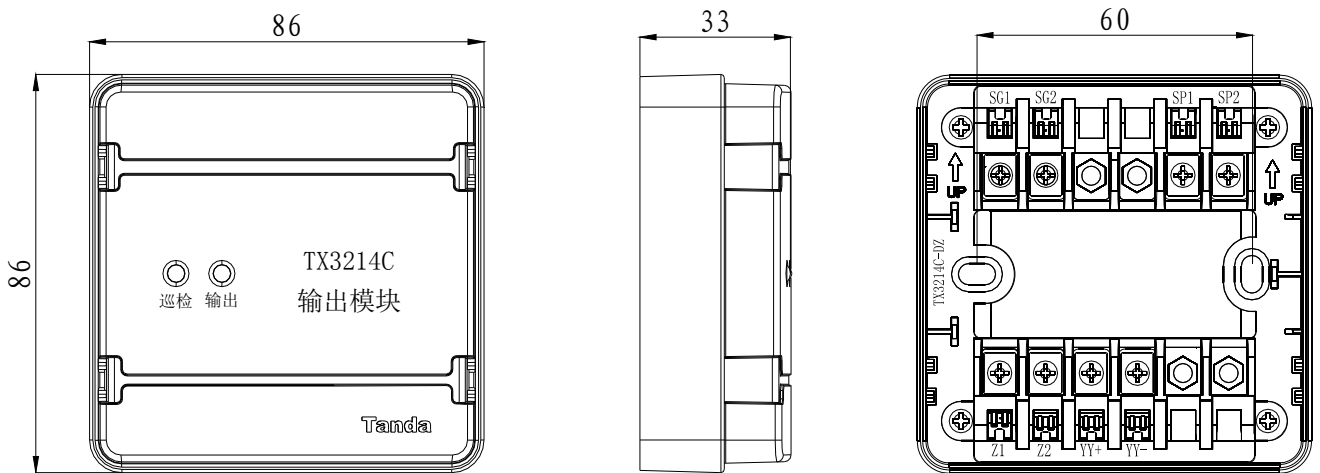

图 1 外形尺寸及安装尺寸示意图
1. 模块的外形尺寸及安装尺寸如图 1 所示（单位：mm）。